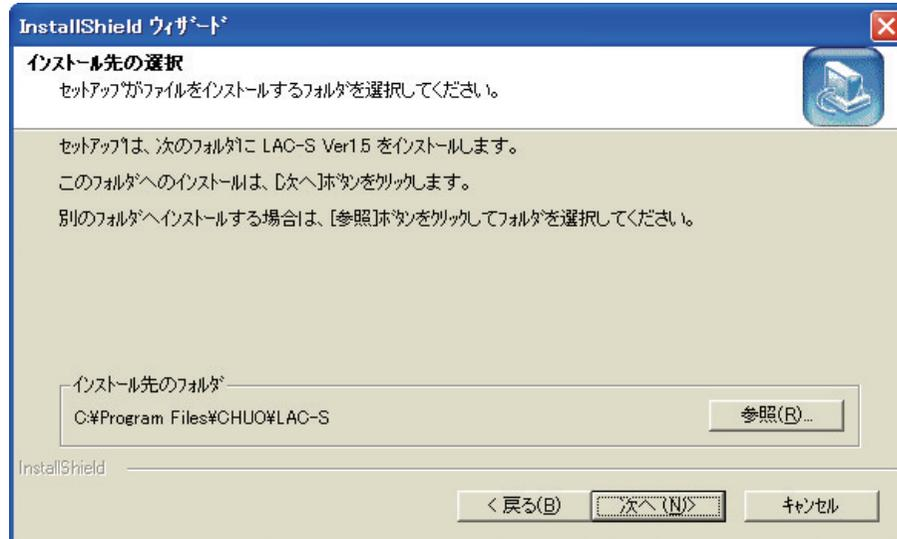

図4-1-3
インストール先を指定するウィンドウ(図4-1-3)が表示されます。
- ・フォルダが決定しましたら、[OK]をクリックしてください。図4-1-3に戻り、インストール先のフォルダが選択されたフォルダになっていることを確認してください。
- ・[戻る(B)]をクリックした場合、図4-1-3に戻ります。